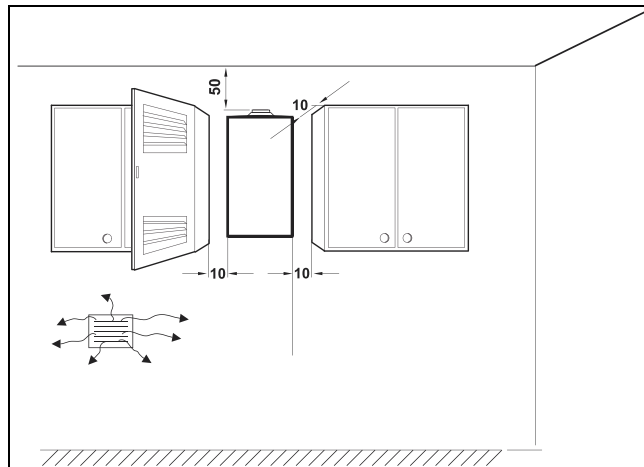

Fig. 6
- Cuelgue el calentador sobre los cuatro tornillos de expansión y apriete las tuercas tal coma se muestra en la Fig. 6.
Si se usa gas natural, la conexión debe hacerse con una tubería para gas de Ø 15mm (Fig. 6).